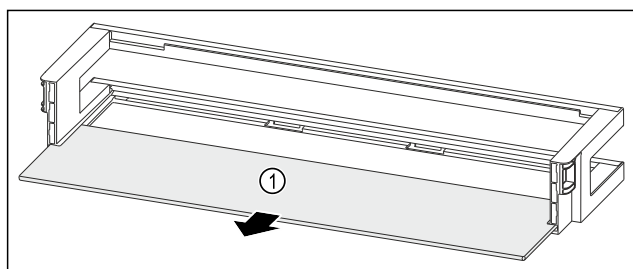

Fig. 89 Vratna polica z odlagalno polico
- ▶ Odstranite polico za odlaganje Fig. 89 (1).